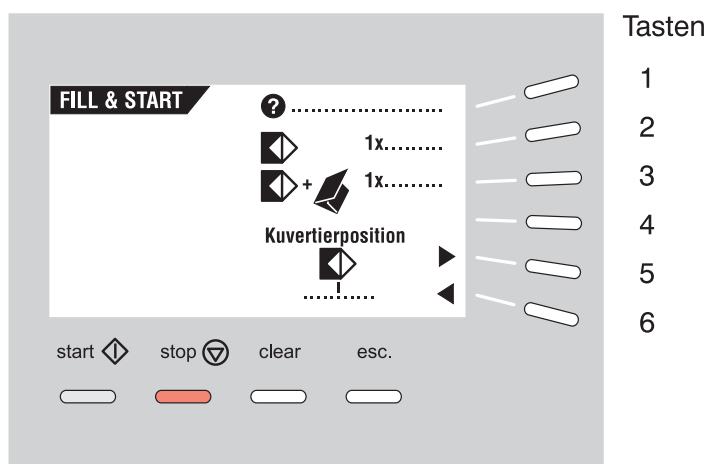

Abb. 27
Ist die Maschine mit einer Fill & Start-Funktion ausgestattet, erscheint diese im HAUPTMENUE (1). Bei Betätigung der Taste 5 im HAUPTMENUE (1) wird das Menü FILL & START aufgerufen (Abb. 27).
Bei Betätigung der Taste 3 wird ein Testdurchlauf gestartet (Abb. 27). Die Maschine bereitet einen Job „0“ vor, der mit FILL & START bezeichnet wird.